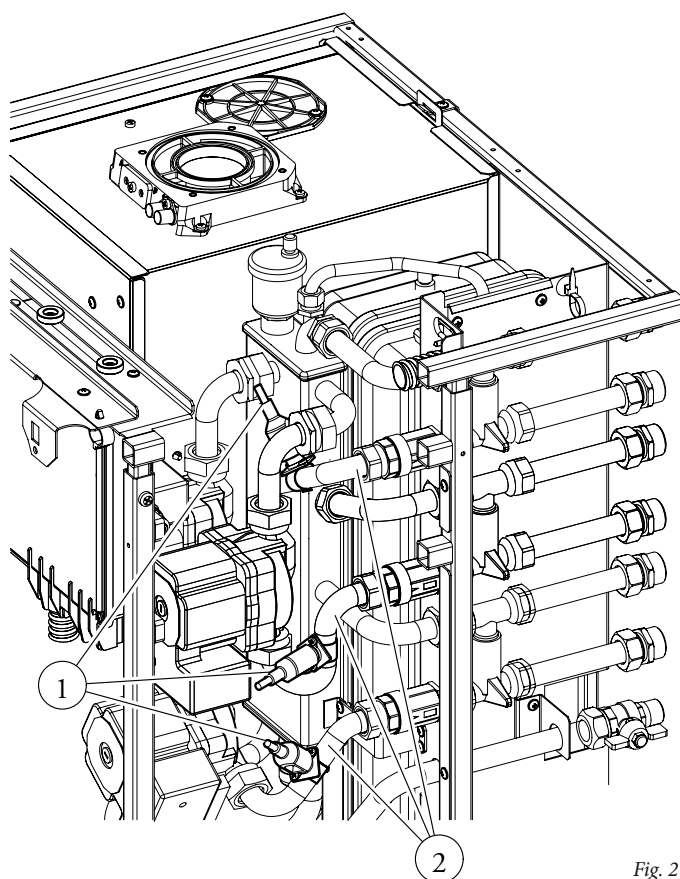

Fig. 2
- posizionare il termostato di sicurezza (1) già premontato sulla molletta di fissaggio ad incastro posizionandolo sul tubo di mandata impianto (2) posizionandolo secondo il proprio modello di caldaia (Fig. 2)